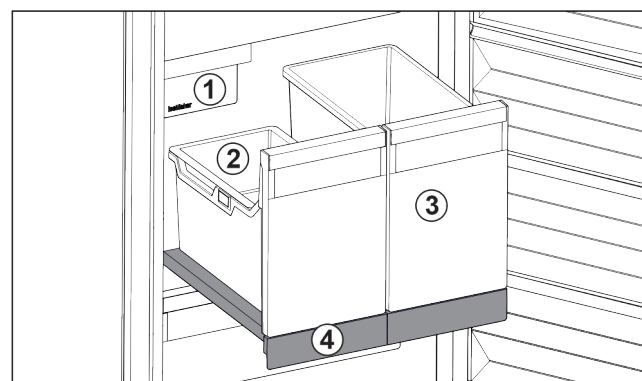

Fig. 99 Auszugsbord mit IceTower
(2) Einhängeschale für Eiswürfel
(4) Auszugsbord
Auf dem Auszugsbord sind zwei hohe Behälter (IceTower). Im Behälter Fig. 99 (2) werden Eiswürfel aus dem IceMaker gesammelt und gelagert. Behälter Fig. 99 (3) eignet sich für die Lagerung von hohen Lebensmitteln wie Pizzen oder alkoholischen Getränken.